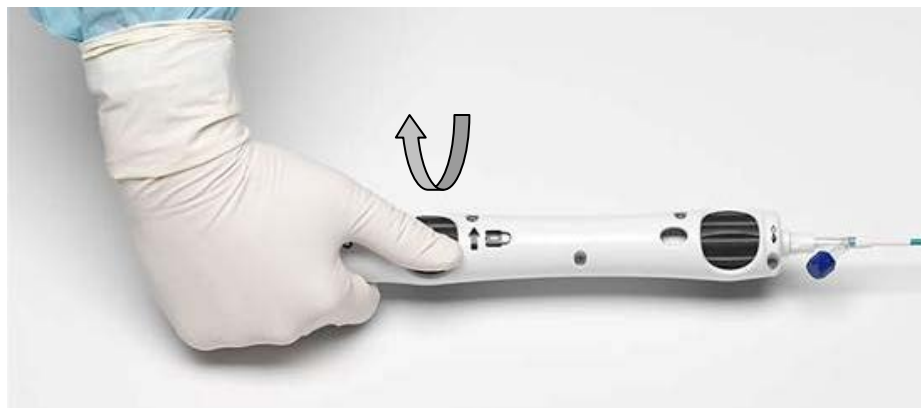

Figura 4.6: Rodar o botão da bainha para fixar a âncora proximal
- j. Fixe a âncora proximal na localização alvo SC, rodando o botão da bainha na direção indicada pela seta de bloqueio até a bainha empurrar a ilhó da âncora proximal niveladamente contra o tubo de crimpagem proximal. Recolha a bainha rodando o botão da bainha na direção contrária. Verifique que a ilhó da âncora proximal permanece contra o tubo de crimpagem proximal na posição fixada. Se necessário, rode o botão da bainha na direção indicada pela seta de bloqueio para avançar a bainha novamente para outra tentativa de fixação (Figura 4.6).